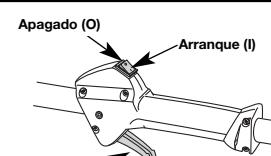

Fig. 7
- Saque la tapa de la gasolina (Fig. 7).
- Coloque el pico del recipiente de gasolina en el orificio de llenado del tanque de gasolina (Fig. 7) y llene el tanque.